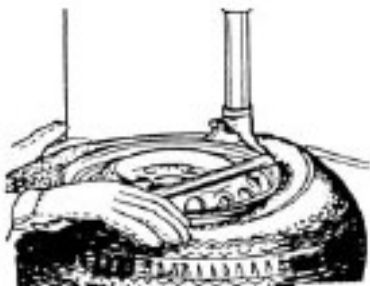

Рис. 6
3) Поместите рычаг подъема борта между бортом покрышки и передней секцией монтажной головки, установите шину над монтажной головкой, как показано на Рис. 6.
При помощи рычага подъема борта удерживайте положение, указанное на рис. 6., поверните монтажный стол по направлению движения часовой стрелки, нажатием реверсивной педали до упора. Продолжайте процедура до тех пор, пока шина полностью не отделится от обода.